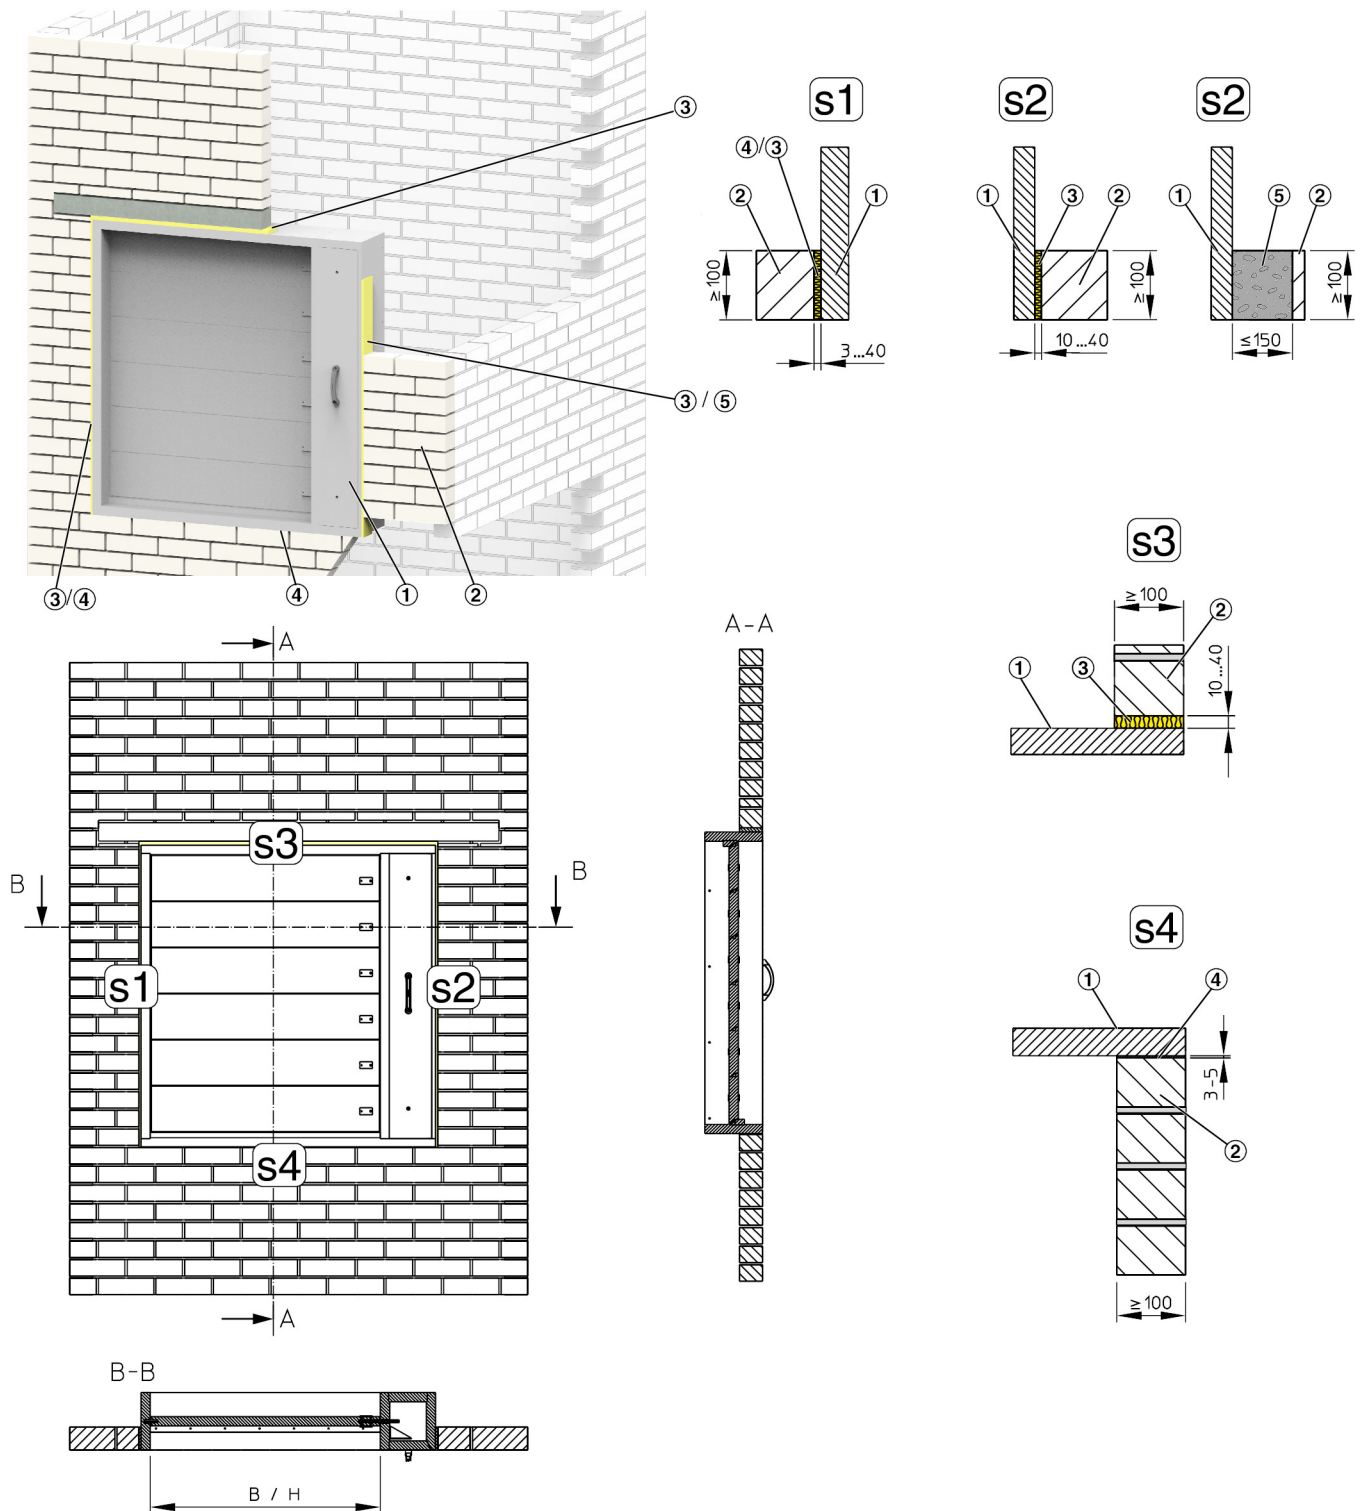

Abb. 18: Einbau trocken bzw. trocken-nass in Massivwand oder massiver Schachtwand
- ▶ An der linken Laibung ( $S_1$ ) Hochtemperatur-Dichtband (Abb. 18 /4) am Klappenrahmen aufkleben (Wanddicke) oder Mineralwolle (Abb. 18 /3) einsetzen, Dicke siehe Tabelle oben.
- ▶ An der Entrauchungsklappe an der unteren Seite des Klappenrahmens das Hochtemperatur-Dichtband (Abb. 18 /4) aufkleben (Wanddicke), ↪ 19.
- ▶ Je nach Einbauart, an der Entrauchungsklappe an der unteren Seite des Klappenrahmens das Hochtemperatur-Dichtband (Abb. 18 /4) aufkleben (Wanddicke), ☞ 19 oder auf der unteren Laibung (S4) ein Mörtelbett auftragen.